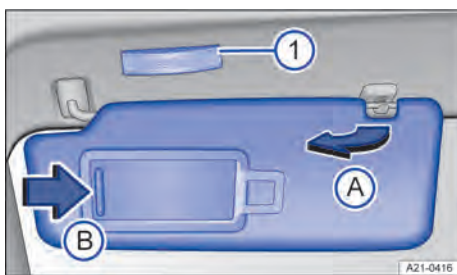

Abb. 96 Im Dachhimmel vorn: Sonnenblende.
2. Aus der Halterung herausziehen und zu der Tür schwenken → Abb. 96 Ⓐ.
1. Abdeckung in Pfeilrichtung aufschieben → Abb. 96 Ⓑ.
Die Leuchte → Abb. 96 ① verlischt, wenn die Abdeckung vor dem Make-up-Spiegel zurückgeschoben oder die Sonnenblende nach oben geklappt wird.